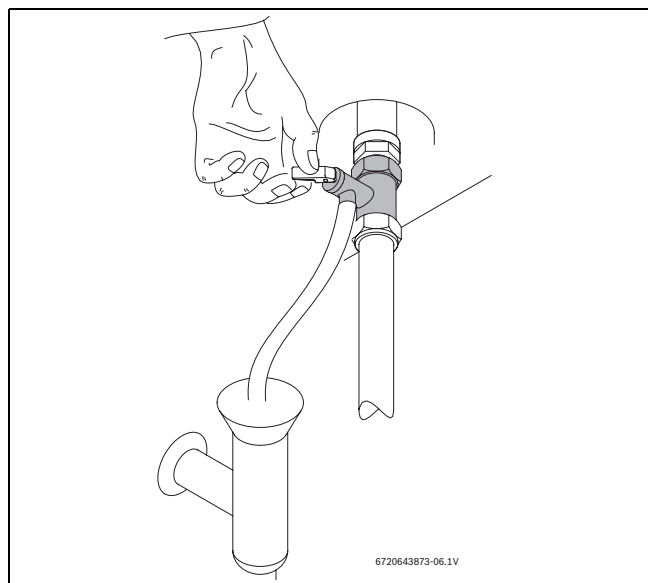

Fig. 9 Accionamiento manual de la válvula de seguridad
- ▶ Abrir la válvula de seguridad (→ Fig. 9).
- ▶ Activar manualmente la válvula de seguridad por lo menos una vez al mes (→ Fig. 9).